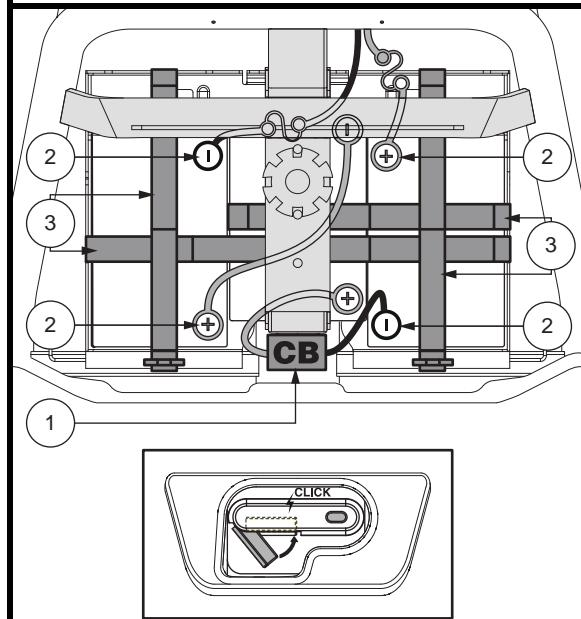

Figura 12. Remoción de la batería / Instalación de Terminales y Conexiones
6. Coloque una nueva batería en los contenedores correspondientes siguiendo el diagrama de conexiones que aparece en la **figura 12**.